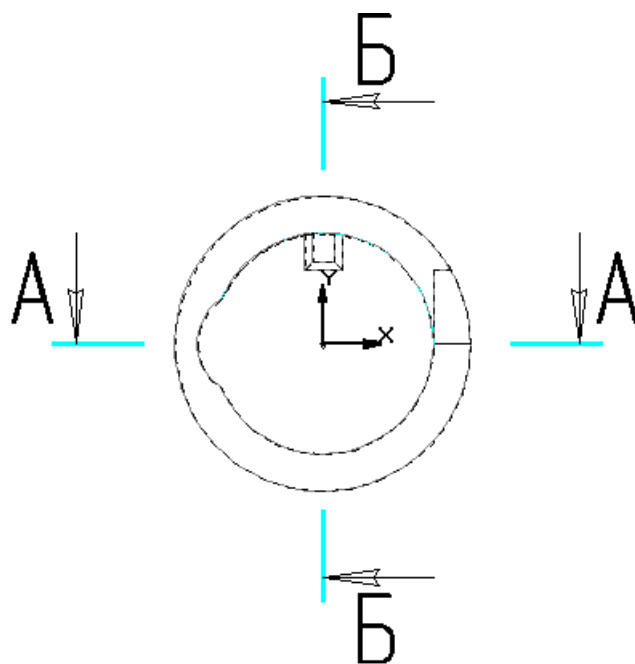

Рисунок 32
- Добавьте два разреза (см. рис. 32). Для добавления разреза щелкните по кнопке *Добавить* и после перехода системы в режим построения линии разреза/сечения определите эту линию согласно рисунку. Возврат в режим диалога определения параметров чертежа осуществится автоматически. Для добавления второго разреза повторите указанные действия.